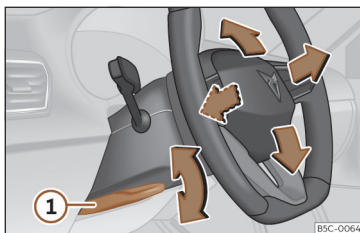

Fig. 94 Alavanca na parte inferior do lado esquerdo da coluna de direção
- Puxe a alavanca >>> **Fig. 94 ①** para baixo, mova o volante até à posição desejada e volte a subir a alavanca até ao ponto de fecho.
- Após ajustar a coluna da direção, empurre firmemente a alavanca >>> **Fig. 94 ①** para cima para que o volante não mude de posição acidentalmente durante o andamento.